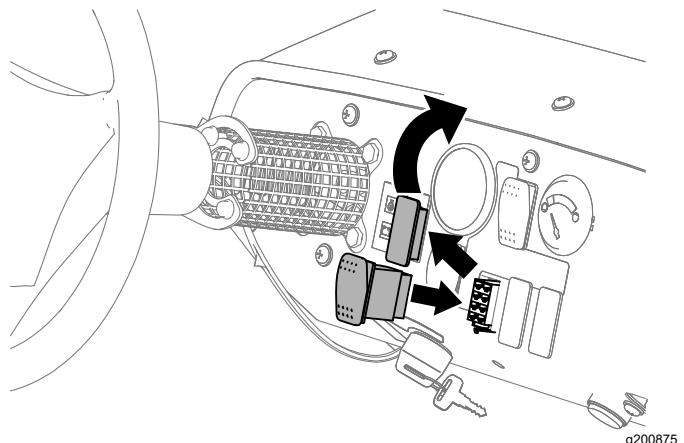

図 26
- 車両のダッシュパネルから打ち抜きプラグを打ち抜いて外す図 26。
- ダッシュパネルにスイッチを組み込む。パネルの開口部にスイッチがパチンとはまるまで完全に押し込むこと図 26)。